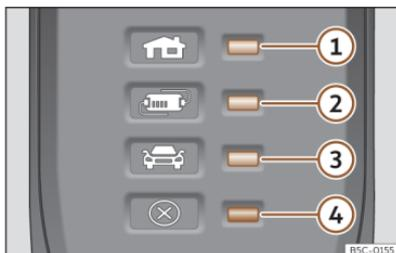

Fig. 77 En el cable de carga para tomas de corriente: Testigos de control en el dispositivo de protección.
>>> **fig. 77:**
El dispositivo electrónico de protección >>> **fig. 77** hace que el conector de carga permanezca sin corriente hasta que se enchufa en la toma de carga del vehículo.
Uno o varios testigos de control >>> **fig. 77** ①, ② o ③ se iluminan en verde.
Indicación >>> fig. 77	Significado
①, ④ parpadean	El conector para la vivienda se ha calentado mucho.
②, ④ parpadean	El dispositivo de protección se ha calentado mucho.
Si el proceso de carga continúa con una corriente inferior, además del indicador de funcionamiento, parpadea el testigo de advertencia >>> **fig. 77** ④ en rojo.
- Si vuelve a producirse una desconexión o reducción de la corriente de carga y la causa no parece ser la exposición a una fuente de calor externa, fíjese en qué testigo de control verde parpadea >>> **fig. 77**. Para la comprobación del cable de carga, acuda a un concesionario especializado CUPRA o cualquier concesionario de la red SEAT. Para la comprobación de la conexión de la infraestructura, acuda a un establecimiento especializado en instalaciones eléctricas.
Si el testigo de advertencia ④ rojo parpadea o se enciende sin que se encienda a su vez de forma permanente un testigo de control >>> **fig. 77** ①, ② o ③ el indicador de funcionamiento, hay una avería.